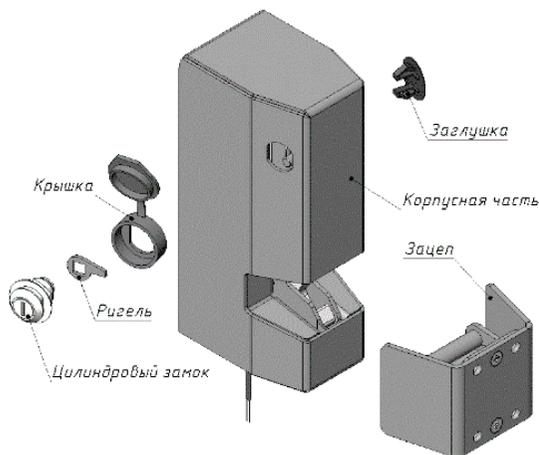

Рисунок 2
3.1 В комплект поставки замка AL-ZL-01 входят (рисунок 2):